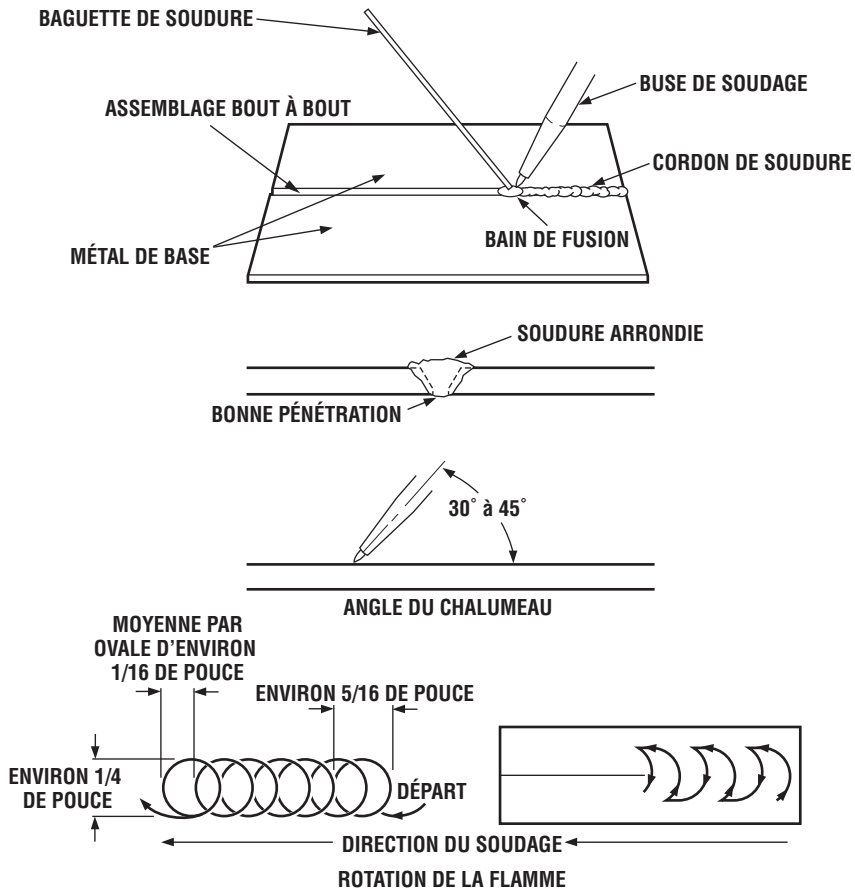

Figure 15: Début et fin d'un soudage
2. Certains métaux plus épais peuvent nécessiter une préparation supplémentaire. Les métaux de base d'épaisseur inférieure ou égale à 3,18 mm n'ont pas besoin de chanfrein (voir la figure 13 ainsi que la figure 15, page 38).
2. Maintenez la buse de soudage à un angle d'environ 45° par rapport au joint (voir la figure 15, page 40).